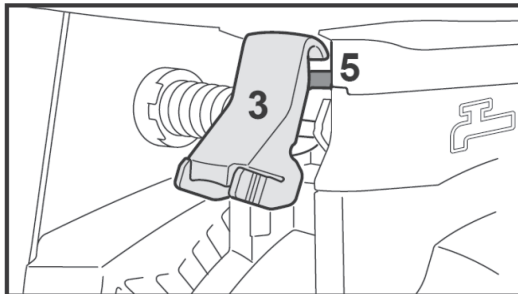

Рис. 35
- Установите бак, зацепив защелку (3), за планку (5) (рис. 35).